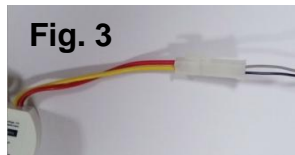

Fig. 3
8. Conecte el **cable de conductor amarillo** al **cable blanco de la lámpara** y asegure con un **empalme plástico** . Conecte el **cable de conductor rojo** al **cable negro de la lámpara** y asegure la conexión con un **empalme plástico** o vuelva a conectar el **conector rápido** (Fig. 3).